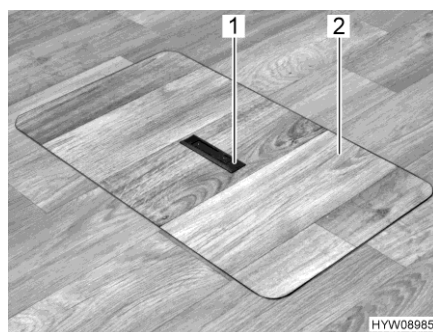
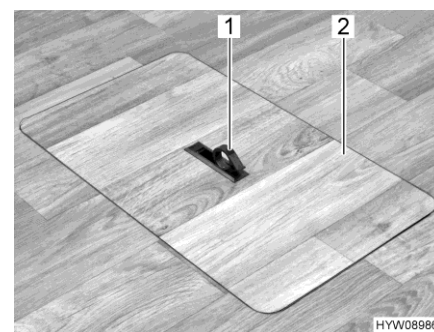

Fig. 76 Couvercle compartiment de rangement sous le plancher (poignée encastrée)
Fig. 77 Couvercle compartiment de rangement sous le plancher (poignée pivotée vers l'extérieur)
- Pousser la plaque de la poignée (Fig. 76,1) vers le bas d'un côté. La poignée (Fig. 77,1) pivote vers le haut.
- Retirer le couvercle (Fig. 77,2) par le haut.
- Mettre le couvercle (Fig. 77,2) en place dans le cadre découpé dans le plancher.